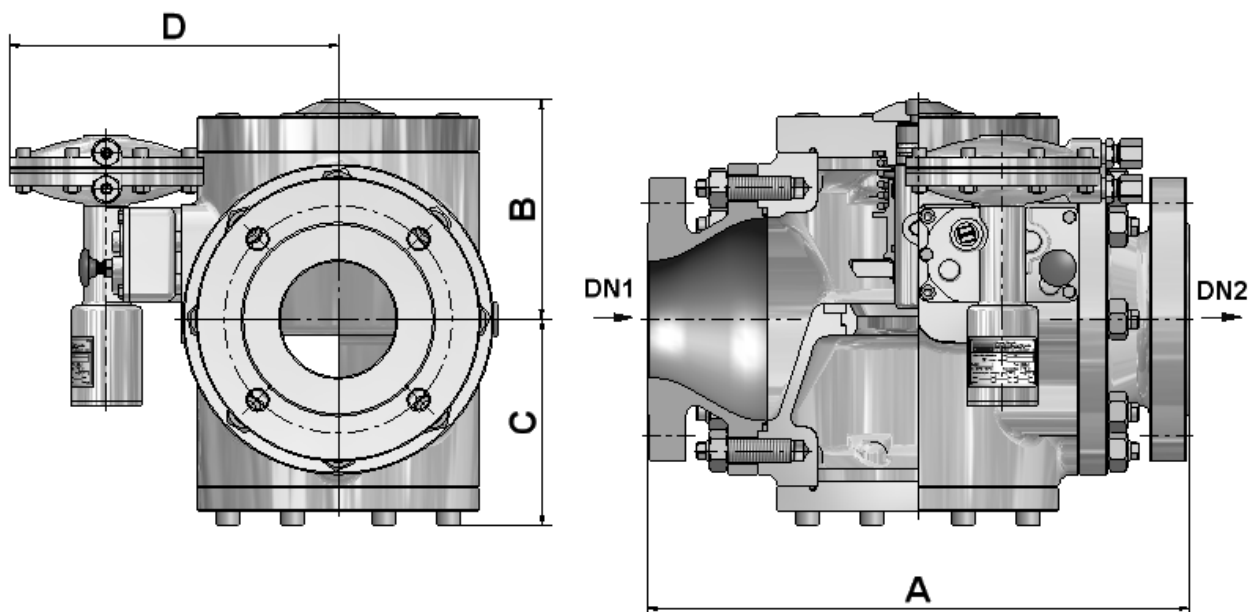
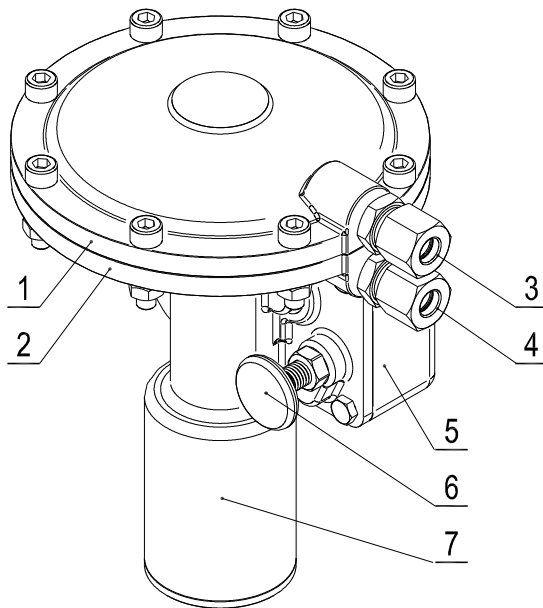

Abbildung 1.
Abbildung 2.
In Abbildung 2.,3 ist das Sicherheits-Schnellschlussventil dargestellt. Die Membrane des SSVs befindet sich zwischen der oberen und unteren Membrangehäusehälfte (1,2) . Der Ausgangsdruck (pd) wird an die gerade Schneidringverschraubung (3) über ein Stahlrohr (12 x 1 mm) angeschlossen. Dieser Gasanschluss führt in dem Gehäuseraum über der Membrane. Der Raum zwischen diesem unteren Membrangehäuse (2) und der Membrane ist mit dem umgebenden Raum zur Beatmung zu verbinden. Aus Sicherheitsgründen kann dieser Anschluss (4) über eine Schneidringverschraubung und einem Stahlrohr (12x1mm) an eine Atmungsleitung der Reduzierstation angeschlossen werden. Diese führt dann ins Freie, und ist entsprechend den länderspezifischen Vorschriften auszuführen.
Die Vorrichtung zum Einstellen des oberen und unteren Auslösewertes ist in der Abbildung 6 im Querschnitt dargestellt. In Abbildung 2 sieht man das Schließventil des Schnellschlusses (18), wie es an den Auslöseteil (Abb.1; 16) anschließt.
Die vorgespannte Feder (Abb.1; 17) würde den Auslöseteil und damit den Ventilteller (Abb. 1;18) zum
Schließen auf das Ventil des Reglerstellgerätes (Abb.1; 19) bewegen. Das Stellgerät des SSVs hemmt jedoch solange die Schließbewegung solange die Auslösung (Über- oder Unterschreiten der eingestellten Sollwerte) nicht erfolgt. Der Ventilsitz des SSVs ist vom Ventilsitz des Gasdruckreglers getrennt. Die Schließbewegung des SSV-Mechanismus hat keine mechanische Verbindung mit dem Ventil (Ventilstange) des Gasdruckreglers. Beide Geräte funktionieren unabhängig voneinander.